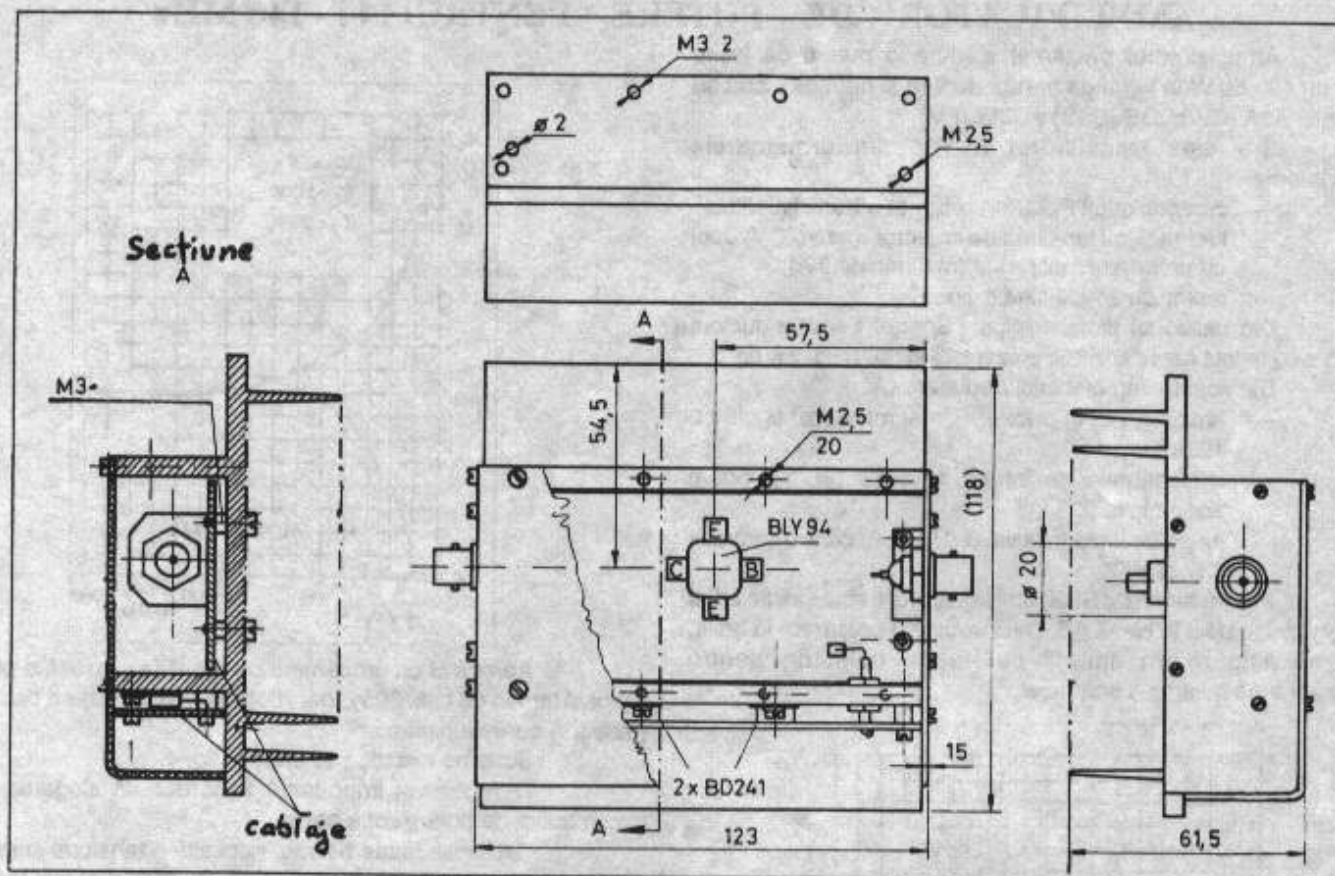
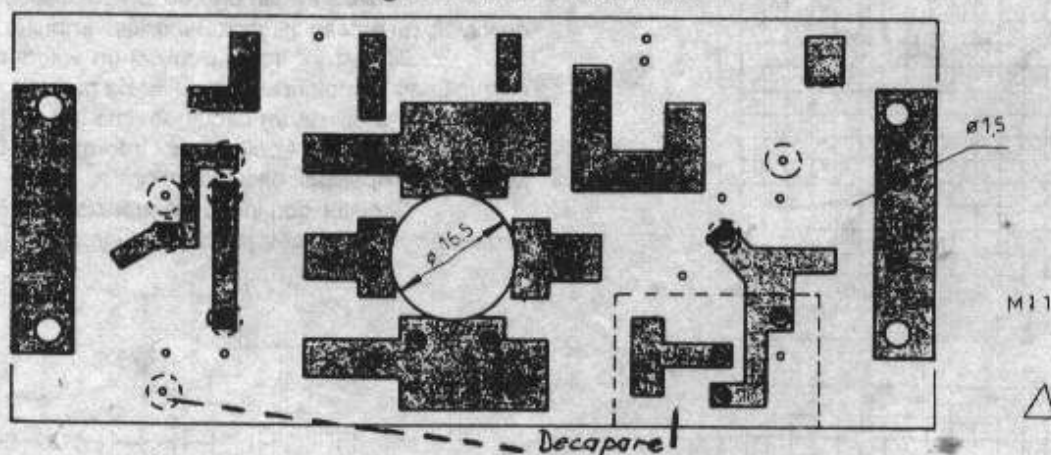

Fig. 5 Detalii de asamblare
Fig. 6 Circuit dublu placat
Circuitul de polarizare este montat într-un plan perpendicular pe o nervură a radiatorului (fig. 5).
Cablajul se prezintă în fig.5. Piesele se montează prin lipire directă pe fața cu trasee. Steciotextolitul folosit este dublu placat, fața a doua fiind continuă (asigură un excelent plan de masă și capacități parazite mici și constante), cu excepția zonelor marcate în desen (fig. 6) cu linii punctate. Astel în dreptul armăturii
1) Privind fig. 5:
3) Prima opțiune DL7QY (ref. 9) (fig. 6).